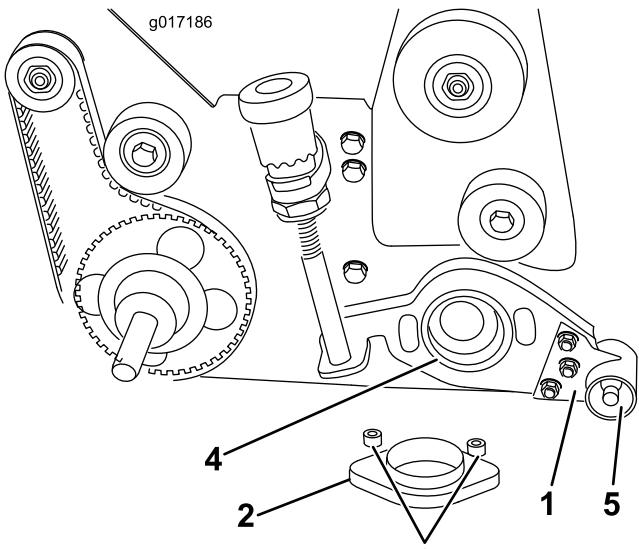

Figure 9
- Insérez une bague adaptatrice dans le logement de roulement du cylindre (Figure 9).